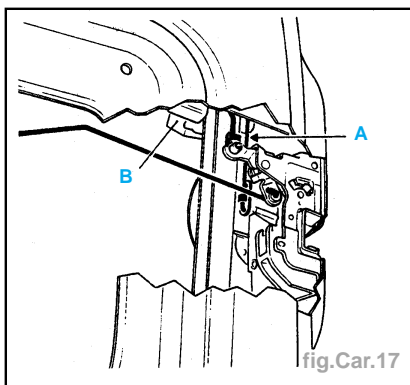

fig.Car.17
- désolidariser le barillet de sa tringle **(A)** (fig.Car.17),